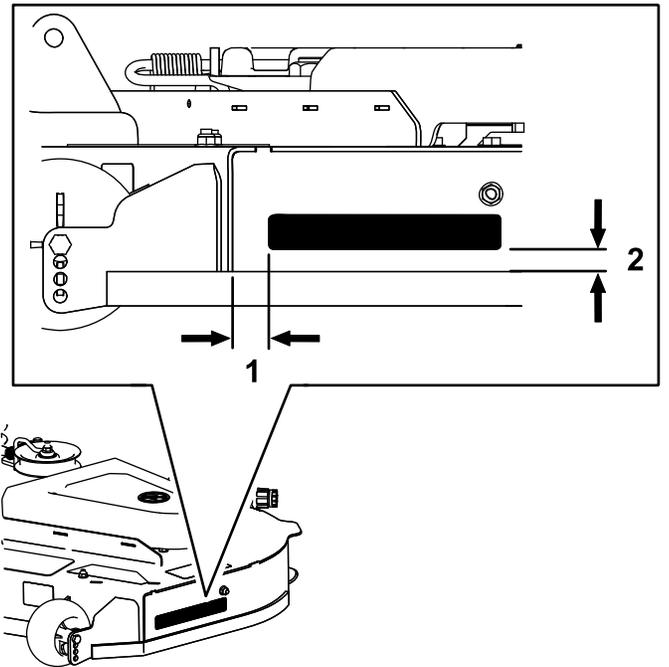

Figure 9
1. Apposez l'autocollant sur le tablier de coupe à l'emplacement indiqué sur la Figure 9.